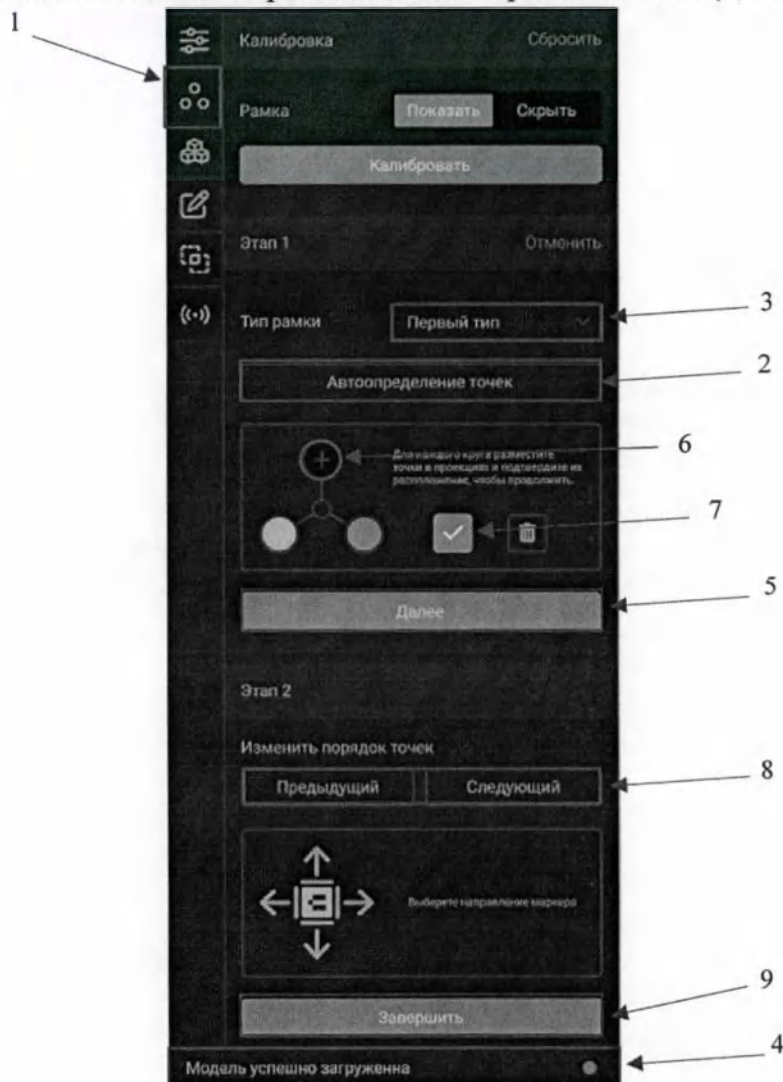
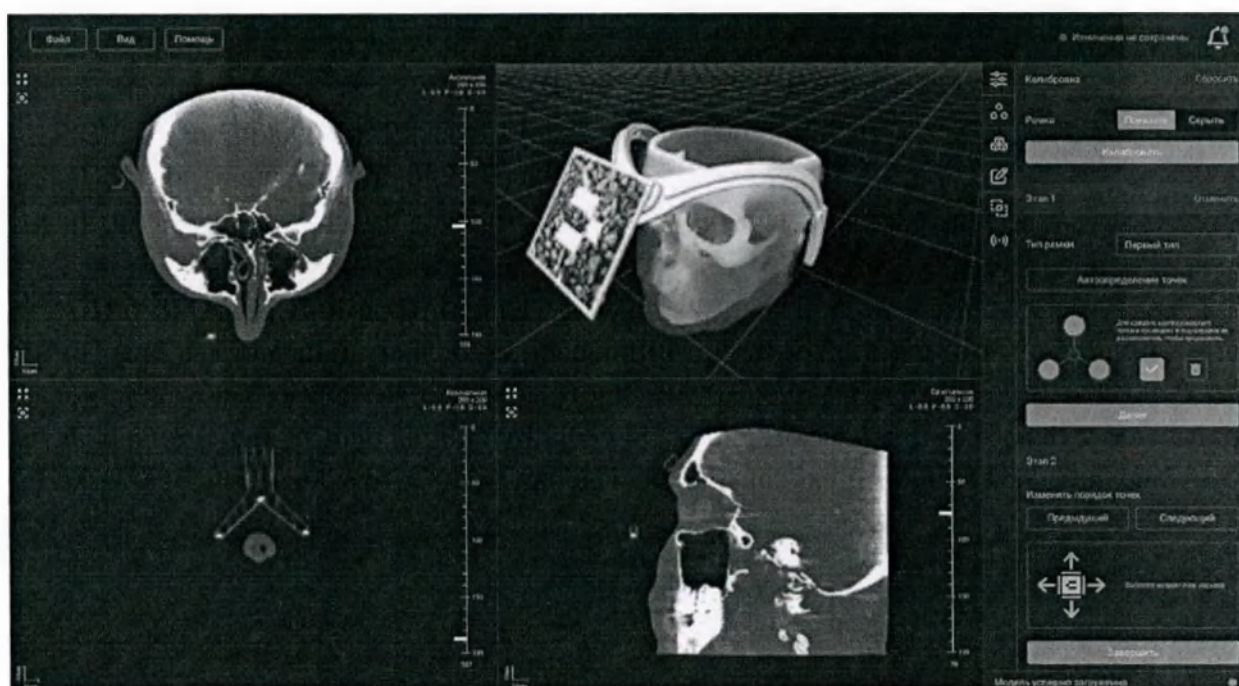

Рисунок 56 – Панель калибровки
Рисунок 59 Ориентация маркера
Прогресс загрузки будет отображаться в Основная область «Строка состояния (4, Рисунок 56).
Для калибровки необходимо выбрать подменю с тремя точками (1, Рисунок 56).
Первый шаг заключается в выборе конфигурации системы трекинга, которая использовалась при выполнении КТ, путем выбора ее из выпадающего списка предложенных рамок (3, Рисунок 56).
Один из предложенных способов определения рентгено-контрастных точек Автоматический. Для автоматического поиска рентгеноконтрастных меток и калибровки, необходимо нажать кнопку «Автоопределение точек» (2, Рисунок 56).
После необходимо нажать «Далее» (5, Рисунок 56).
1. Выбрать точку в темном круге с иконкой + (2, Рисунок 56).
4. В панели управления нажать кнопку с галочкой 7, Рисунок 56.
Когда все точки выставлены будет активирована кнопка «Далее» (5, Рисунок 56), после чего на нее нужно нажать.
После выставления маркера в проекции отобразится рамка (см. Рисунок 59). Если порядок в котором были выставлены точки не верен, можно изменить его нажимая «Предыдущий» или «Следующий» (8, Рисунок 56). Также можно выбрать ориентацию маркера, если она предусмотрена. По завершению необходимо нажать «Завершить» (9, Рисунок 56).